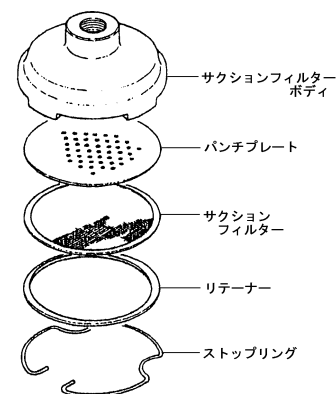

Fig. 9.2
- 6) ポンプへの供給エアを止め、サクションフィルターボディの中のサクションフィルター、パンチプレートなどをストップリングを外し、取り出して新しい溶剤で洗浄し再び組み付けてください。(Fig. 9.2)